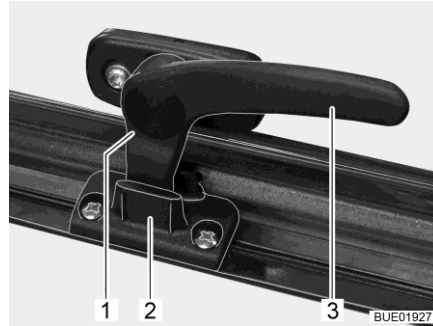

Fig. 23 Levier de verrouillage (position "Aération permanente")
- En position "Aération permanente" (Fig. 23)
- Tourner le levier de verrouillage (Fig. 23,3) d'un quart de tour vers le centre de la fenêtre.
- Tourner le levier de verrouillage d'un quart de tour vers le cadre de la fenêtre. Le tenon de verrouillage (Fig. 23,1) doit pénétrer alors dans le logement prévu à cet effet dans le verrouillage de fenêtre (Fig. 23,2).